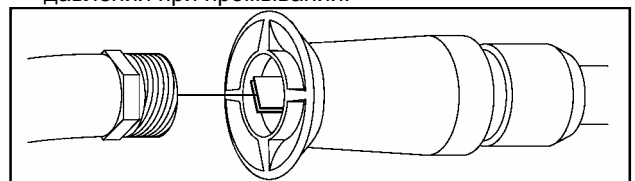

Рис. 15. Промывка копья
5. При помощи шланга подачи воды удалите остатки загрязнений, пропустив воду в обратном направлении через копье (рис. 15). Промывайте 30-60 секунд. Поверните регулируемый наконечник в форму поточной струи и переведите его из положения низкого давления в положение высокого давления при промывании.